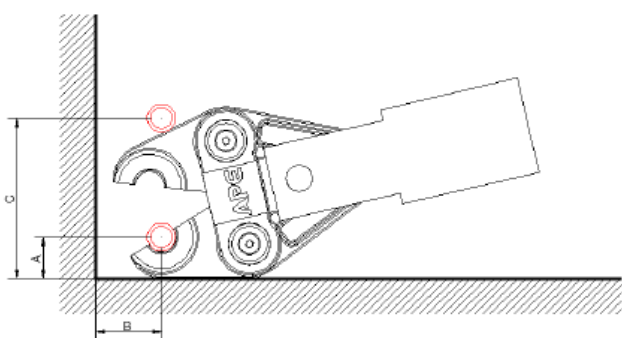

Fig. 4 Positioneren persbekken volgens profiel
- voor de normale werking van de persbekken is een minimum ruimte van de buis tot de wand, vloer of andere leidingen vereist, zie fig. 4 en tabel 3.